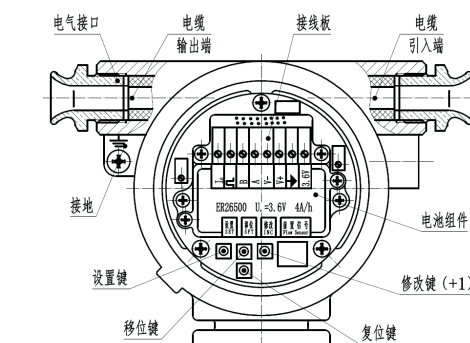

图8 积算仪接线图
7.3 积算仪内部接线（如图8）
7.6.2 电池更换方法（见图8）：打开积算仪后盖，松开电池组件的固定螺栓，松开电池接线（接线端子为3.6V，GND），取出电池组件，装上新的电池组件后，按电池组件引线红线接3.6V，黑线接GND。